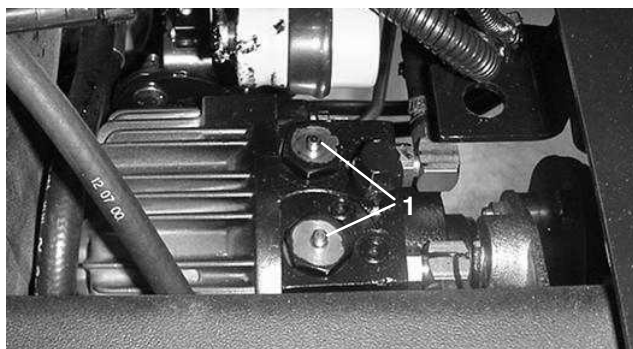

Figura 33
2. Premete i perni situati al centro dei due gruppi valvola di ritegno, in alto sulla trasmissione (Fig. 33), e teneteli premuti mentre spingete o trainate la macchina. Dalla Figura 33 sono stati rimossi il sedile e la piastra di montaggio.